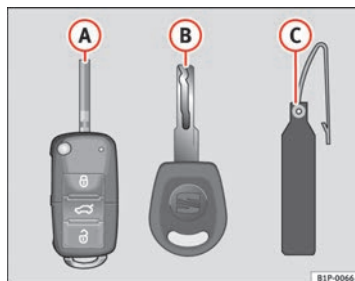

Abb. 63 Schlüsselsatz
- Funkschlüssel ⇒ Abb. 63 (A) mit ausklappbarem Schlüsselbart
- einem Schlüssel ohne Funk-Fernbedienung (B)
- Kunststoffanhänger* (C).